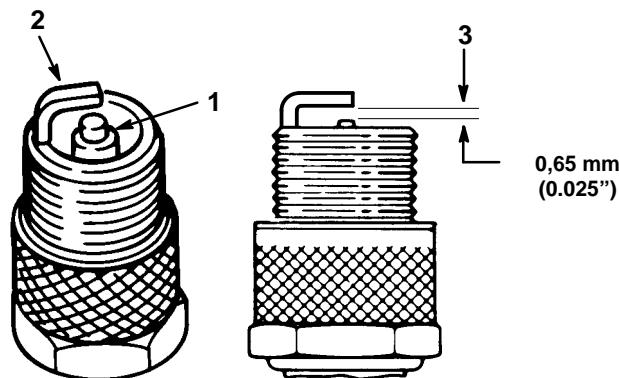

Abbildung 23
1. Die Mitte der Zündkerze ansehen (Abb. 23). Wenn der Isolator hellbraun oder grau erscheint, funktioniert der Motor richtig. Wenn sich jedoch eine schwarze Schicht auf dem Isolator gebildet hat, ist der Luftfilter verschmutzt.
2. Den Abstand zwischen den mittleren und seitlichen Elektroden prüfen (Abb. 23). Die seitliche Elektrode verbiegen (Abb. 23) wenn der Abstand nicht stimmt.